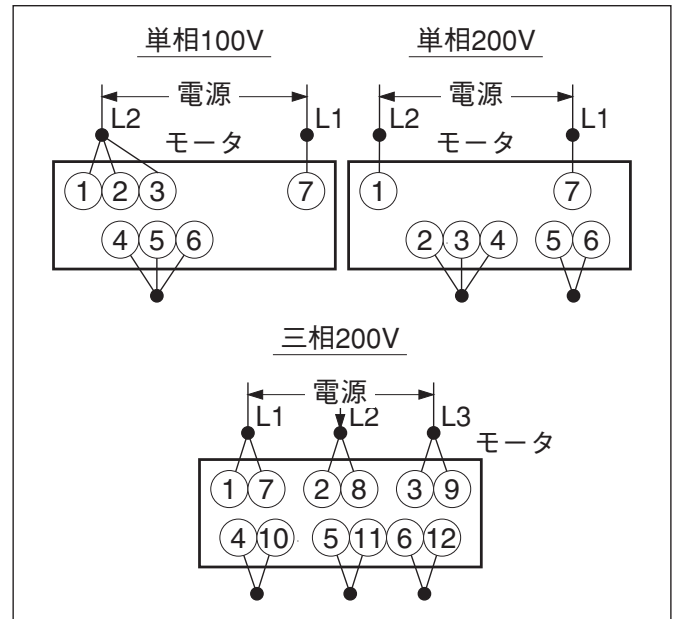

図3-1
- * 工場出荷時の業務用ディスポーザには特定の電圧のための配線はしてありません。業務用ディスポーザ モーターは単相 100V / 200V 用と三相 200V 用があります。電圧・位相および接続に関してはディスポーザ端子箱内に貼ってあるモーター標準接続図(図3-1)を参照してください。